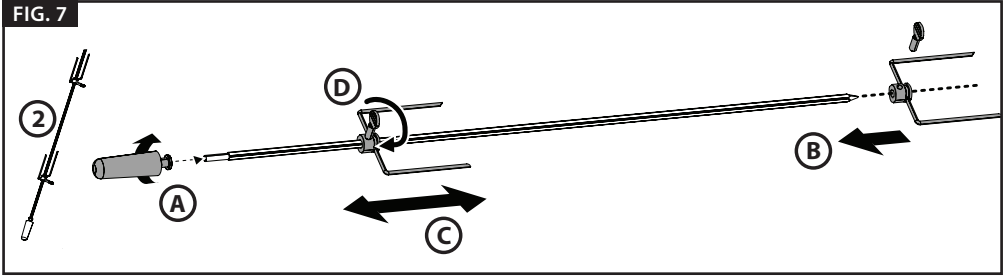

FIG. 8
6. Setzen Sie den zusammengebauten Spieß in das Gehäuse (Abb. 8). Führen Sie das spitze Ende des Spießes in eines der Aufhängelöcher an der linken Wand ein (A) und stellen Sie sicher, dass der Spieß in das Spießloch am Motor eingeführt ist, der in Schritt 5 an der Wand montiert wird. Setzen Sie dann den Griff des Spießes in einer der Kerben an der rechten Wand ein (B), die in derselben Höhe wie das Aufhängeloch sein sollten, in das der Spieß eingeführt wird.